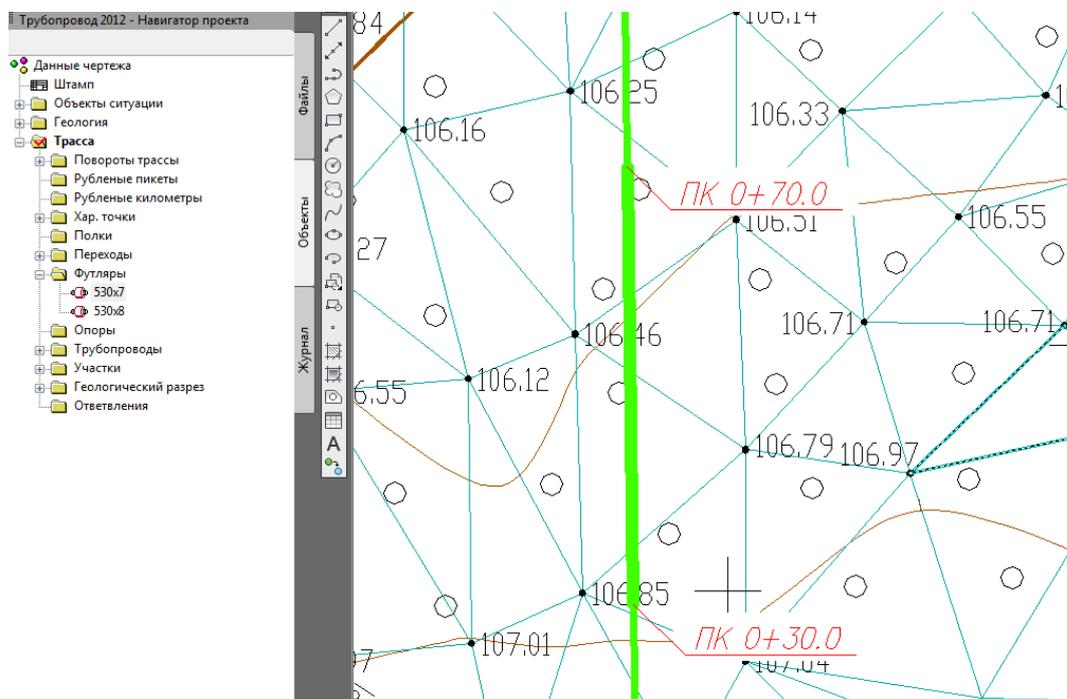

Рис. 91 Обозначение футляра на чертеже плана.
5. Нажать **OK**, чтобы добавить футляр в модель данных, и нанести обозначение футляра на трассе (см. рис. 91).
На чертеже плана будут нанесены обозначение футляра и информационные сноски (см. рис. 91).